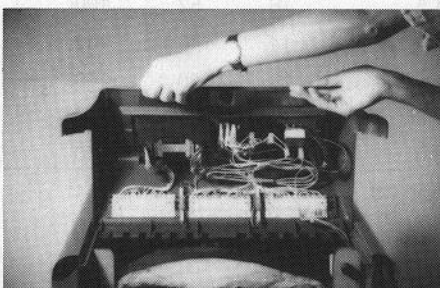

Abb. 5
3. Schaltfeld hinten leicht anheben und ca. 15 mm horizontal nach vorne schieben. Das Kesselschaltfeld kann nun bis Anschlag nach hinten geklappt werden. (Abb. 5)